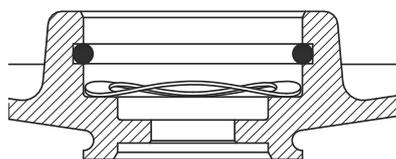

Рис. 28 Правильная установка пружины и уплотнительного кольца
2. Поставить пружину (поз. 158) и уплотнительное кольцо (поз. 159). См. рис. 28.